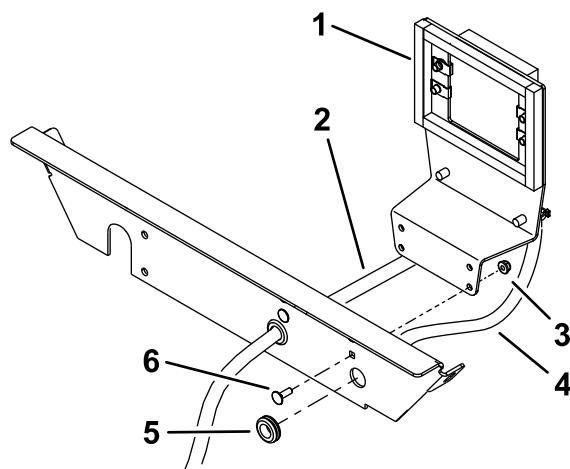

Bild 5
2. Führen Sie die Schläuche durch die Tülle (Bild 5).
1. Montieren Sie die Tüllen in die Kühlerhalterung (Bild 5).